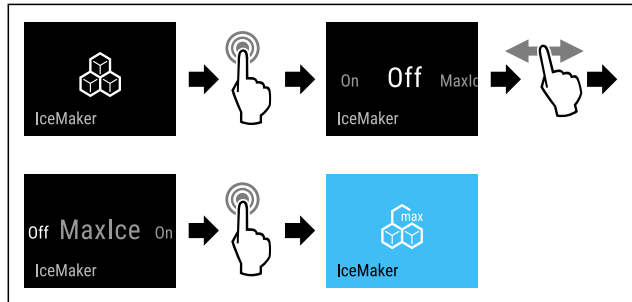

Fig. 20
- ▶ Genomför stegen (se Fig. 20) .